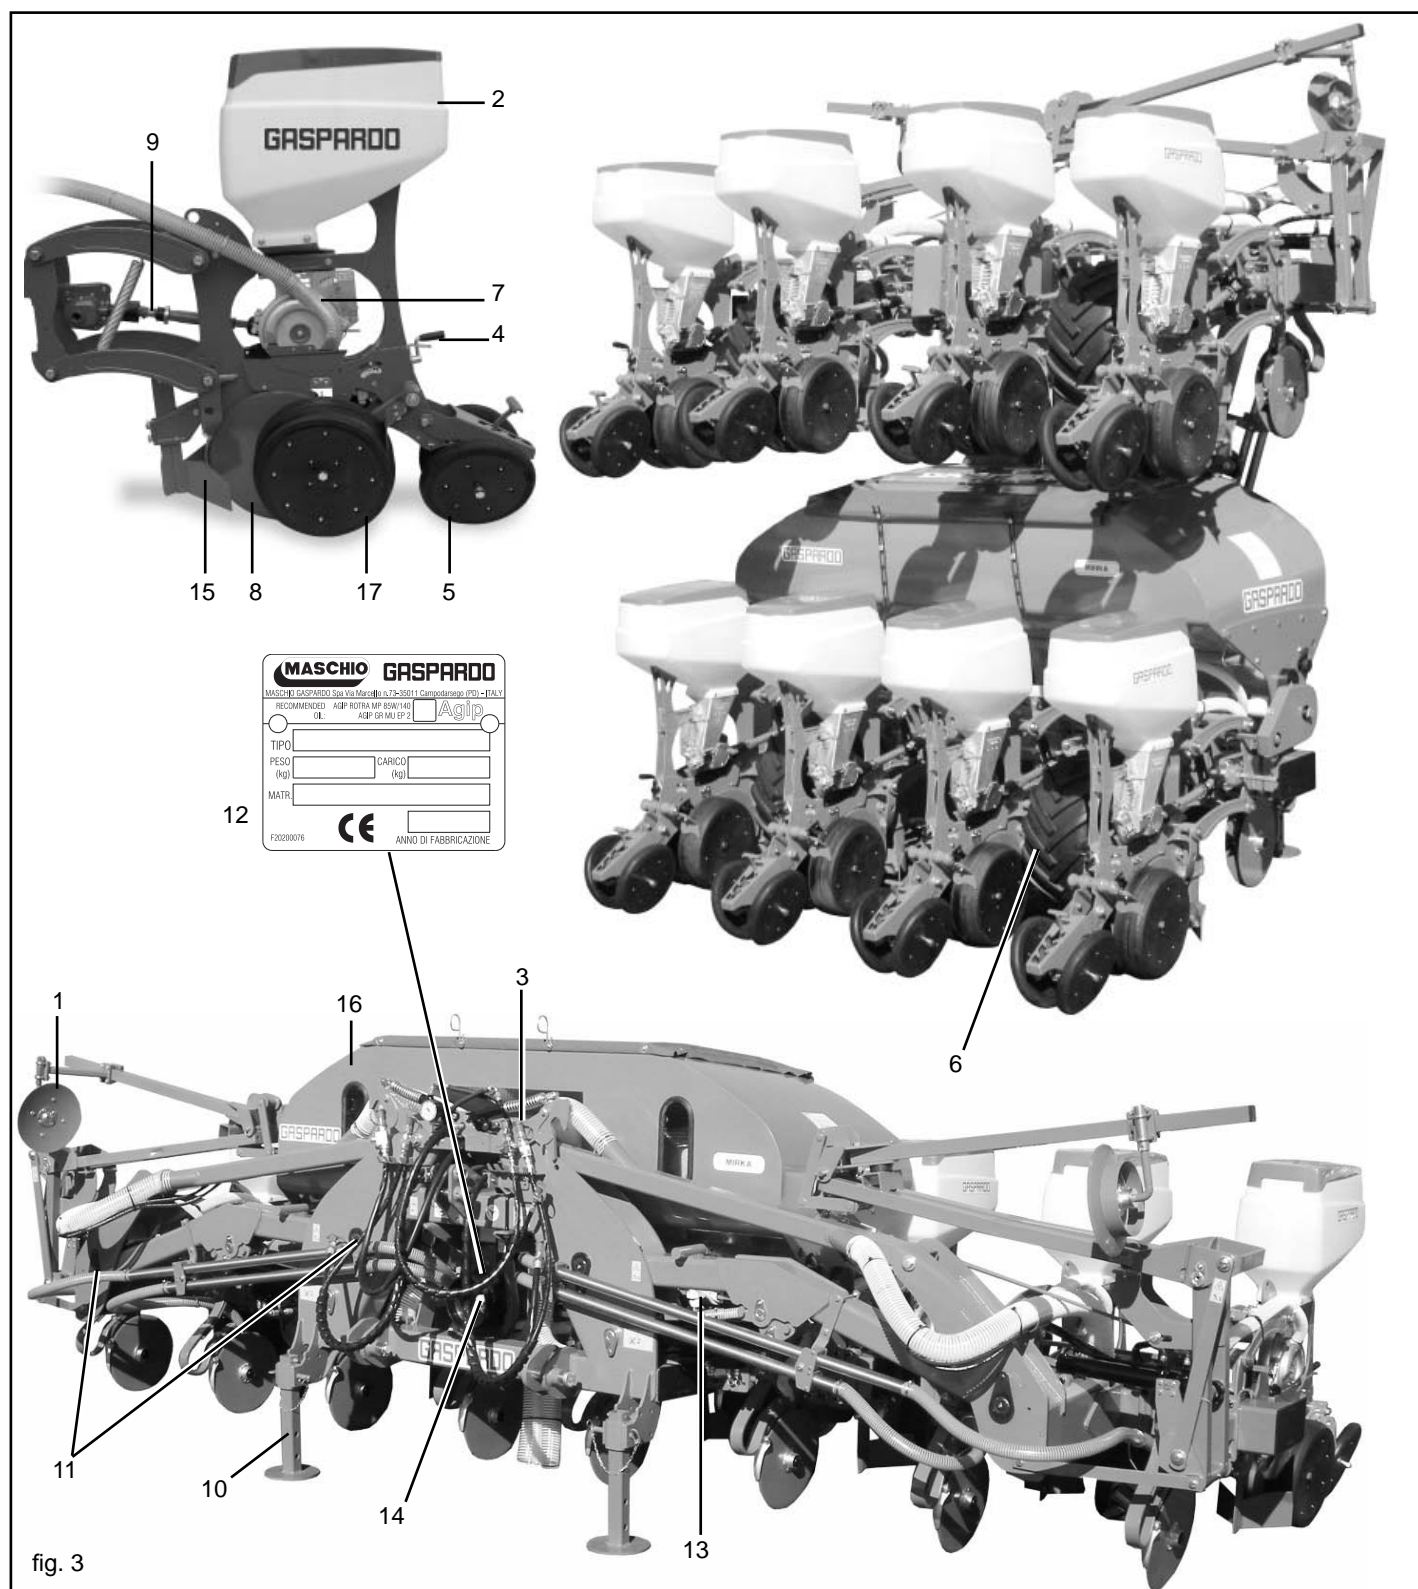

fig. 3
1.6 DISEGNO COMPLESSIVO (fig. 3)